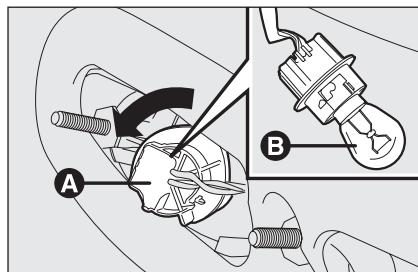

fig. 32
- ☐ ruotare in senso antiorario il portalampada **A-fig. 32**, estrarre la lampada **B** e sostituirla;